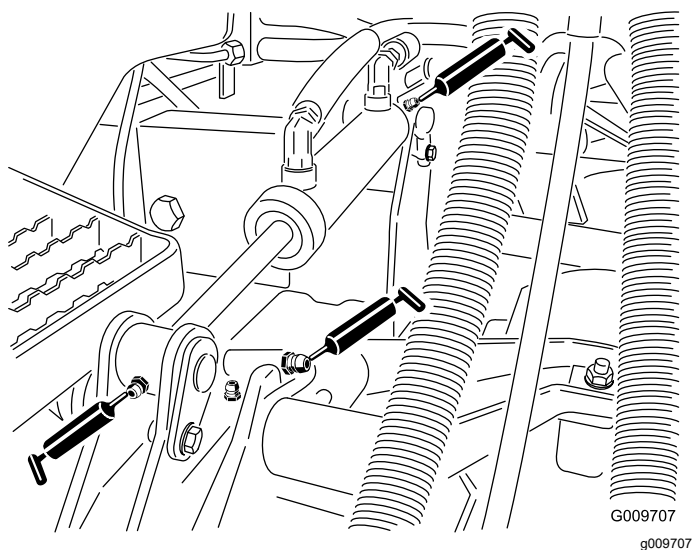

Figure 78
- Bagues de bras de levage (1 par unité de coupe), comme montré à la Figure 78.
- Bagues de vérin de levage (2 par unité de coupe), comme montré à la Figure 78.